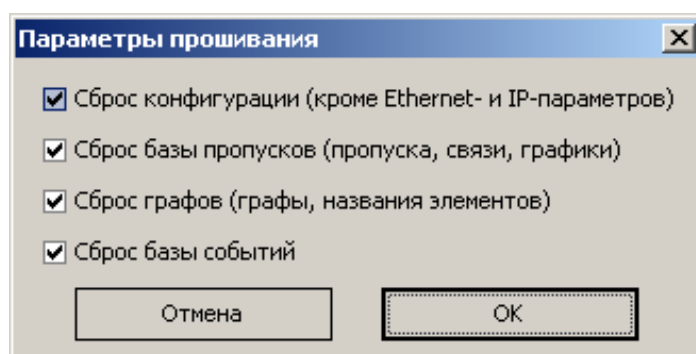

Рисунок 29
7) появится окно параметров прошивания (Рисунок 29). Выбрать все параметры и нажать «ОК»;